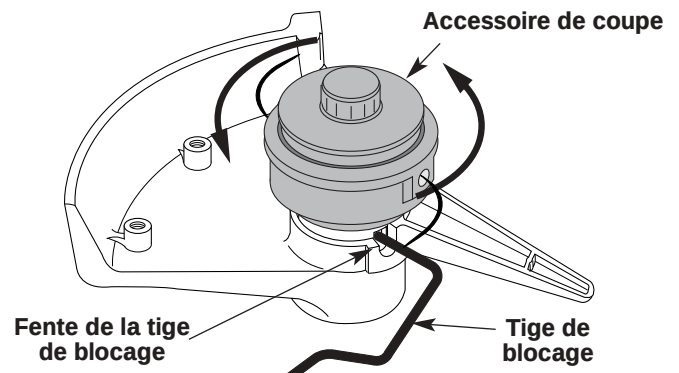

Fig. 10
3. Tout en tenant la tige de blocage, retirez l'accessoire de coupe de l'arbre de sortie en le tournant à gauche (Fig. 10). Rangez l'accessoire de coupe pour un usage ultérieur.